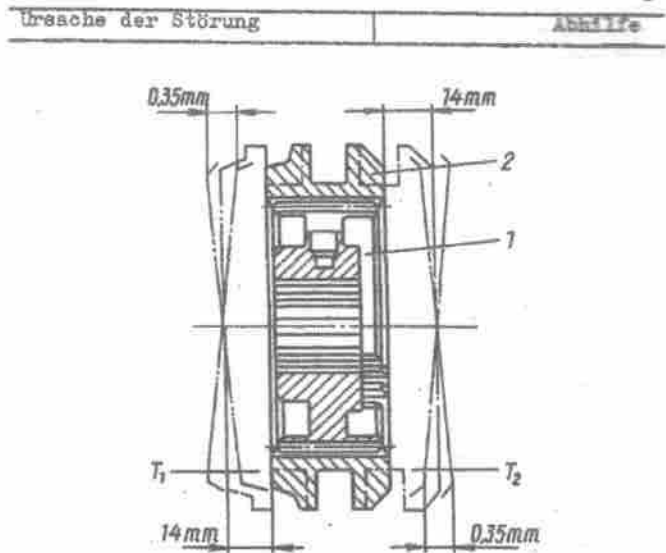

Bild 87. Komplettierung und Wahl der Teile für die Synchronisier-einrichtung:
1. Lockerung des Sitzes an den zentrierenden Oberflächen infolge von Verschleiß oder Beschädigung der Teile	Schadhafte Teile erset-zen. Nabe der Synchroni-siereinrichtung mit Muf-fe anpassen, wie in Bild 87 dargestellt. Zahnrad des 1. Ganges nach der Abtriebswelle derart wählen, daß mini-males Spiel und leichtes Gleiten gewährleistet ist
Anmerkung. Bei gegenseitiger Versetzung der Teile um 14 mm darf die Verkantung in den Schlitten, die in Punkten T₁ und T₂ ge-messen wird, höchstens 0,35 mm betragen (s. Bild 87)